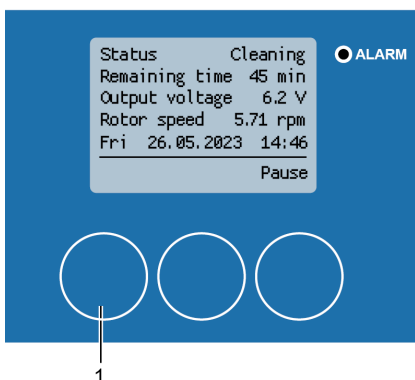

Abbildung 168: Wiederaufnahme des Reinigungsprozesses
1. Drücken Sie [Wiederaufnahme] (Abbildung 168/1), um den Reinigungsprozess abubrechen.